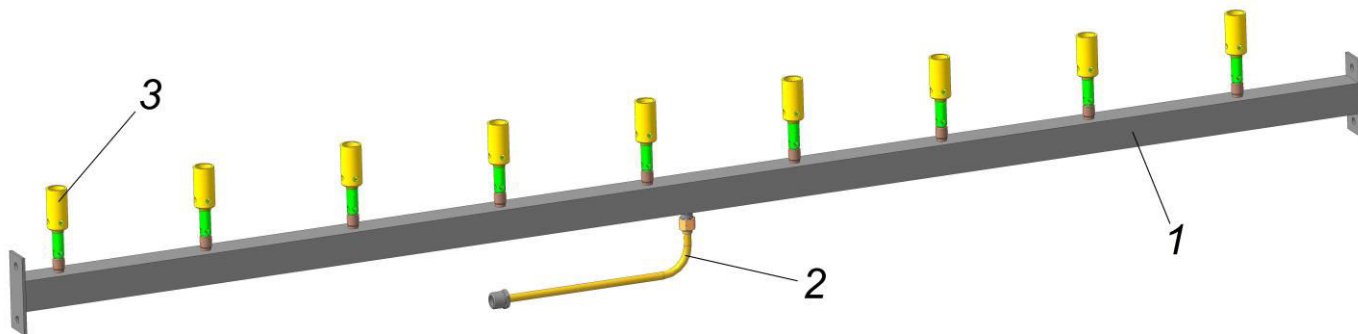

Рис.1 Горелка ГВ L=1820/9
4.1 Горелка (см. рис.1) состоит из прямолинейного коллектора 1 с наконечниками 2 и удлинителя 3.